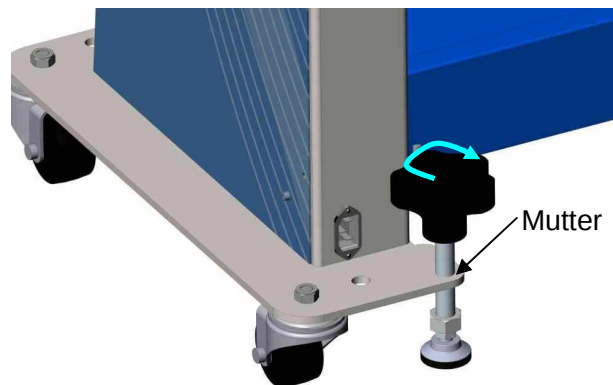

Abbildung 6
15. Sichern Sie die Maschine indem Sie den einstellbaren Fuß mit der Hand herunterdrehen, bis er fest am Boden anliegt. Nicht überdrehen. Arretieren Sie den einstellbaren Fuß manuell mit der Mutter (Abbildung 6). Wiederholen Sie den Vorgang auf der anderen Seite. Auf den meisten Böden muss das Gerät nicht ausnivelliert werden.